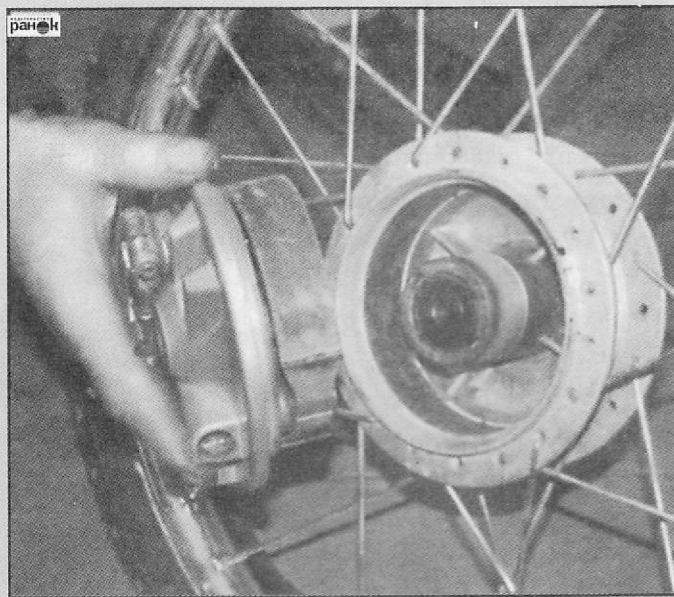

Рис. 37. Снятие тормозного барабана
- поддев отверткой, отсоединить тормозной барабан (рис. 37);